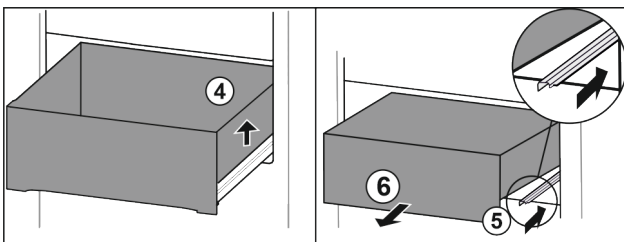

Fig. 20
- ▶ Підняти висувний ящик праворуч. Fig. 20 (4)
- ▶ Вставити праву рейку. Fig. 20 (5)
- ▶ Вийняти висувний ящик рухом вперед. Fig. 20 (6)